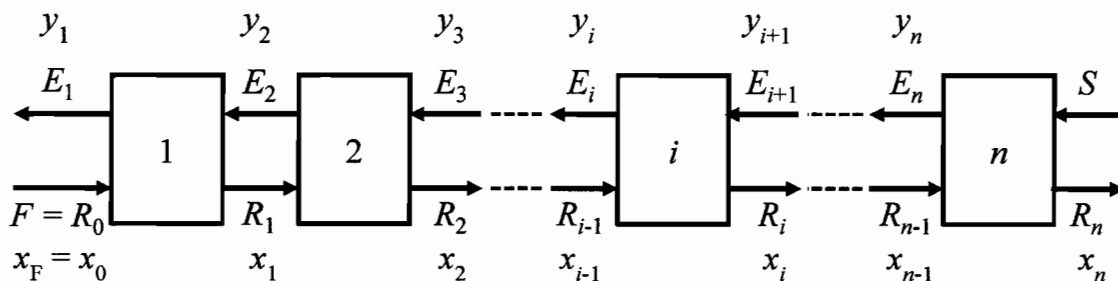

図 2
- (b) 向流多段抽出操作について考える(図 2)。一方の端から原料(流量 F)、他端から抽剤(流量 S)が入り、 n 段の抽出操作の後に、抽残液(抽質成分 C のモル分率 $x_n = 0.05$ 、流量 R_n)と抽出液(抽質成分 C のモル分率 y_1 、流量 E_1)が両端から出ていく。ここで、 y_i と x_i は、 i 段目の抽出液(流量 E_i)と抽残液(流量 R_i)における抽質成分 C のモル分率とする。なお、原溶媒と抽剤の相互溶解、ならびに、各段における原溶媒と抽剤の流量変化は無視できるものとする。